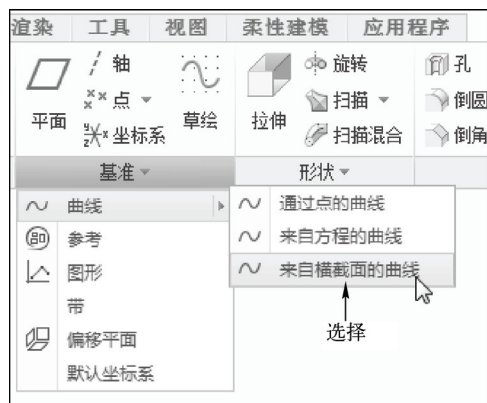

图 5-48 单击相应选项
STEP 02 在功能区选项板的“模型”选项卡中, 单击“基准”面板中“基准”右侧的下拉按钮, 在弹出的列表框中选择“曲线”|“来自横截面的曲线”选项, 如图 5-48 所示。